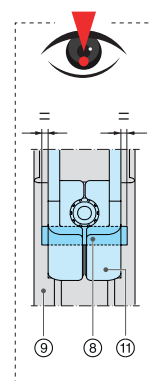
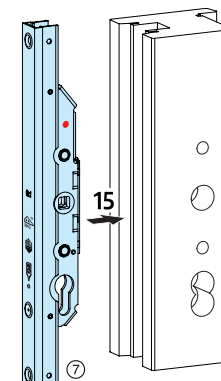
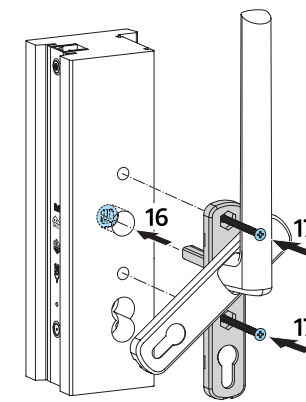

Abb. 13
Abb. 14
Abb. 15
Getriebebestulp und Schloßkasten mittig einschlagen (14), hierbei Hinweis der Abb. 13 beachten! **Abb. 14:** Hebeschiebe-Getriebe ⑦ wieder in das Flügelprofil einbauen (15). **Abb. 15:** Griffereinheit wieder mit Getriebe koppeln (16) und am Flügelprofil festschrauben (17).